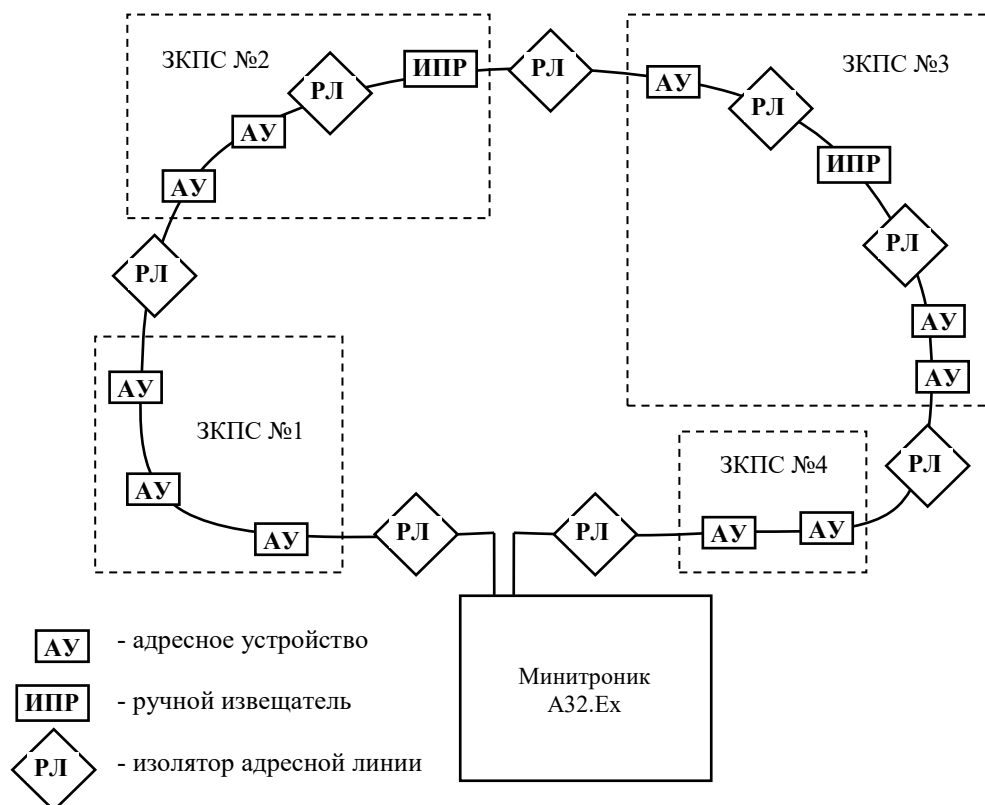

Рис. 8. Архитектура кольцевой адресной линии.
6.2.1. АПКП обслуживает адресные линии, соединенные по лучевой или кольцевой схеме с ответвлениями (см. рис.8,9). Для прокладки адресной линии необходимо использовать кабель UTP-1 или UT 505нг(А)-FRLS FE 180 1x2x0,5mm, UT 505нг(А)-FRHF FE 180 1x2x0,5mm (сечение 0,2мм²) или 1x2x0,8mm (сечение 0,5мм²).